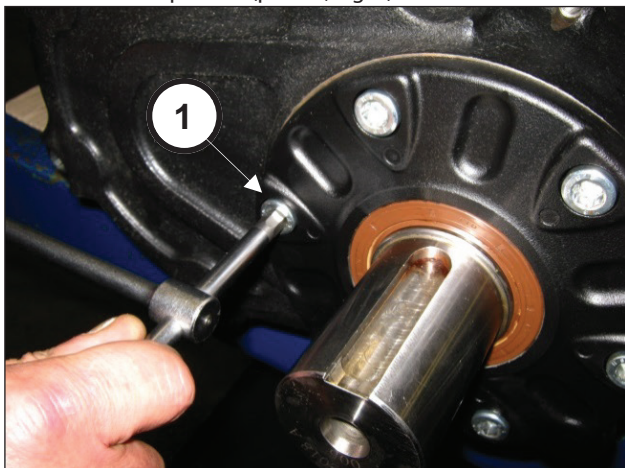
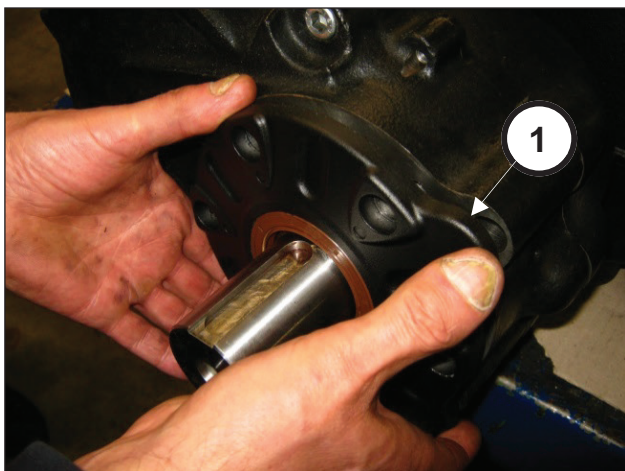

Fig. 4
Fig. 5
Svitare le viti di fissaggio del coperchio pignone (pos. ①, Fig. 4) e rimuovere il coperchio (pos. ①, Fig. 5).